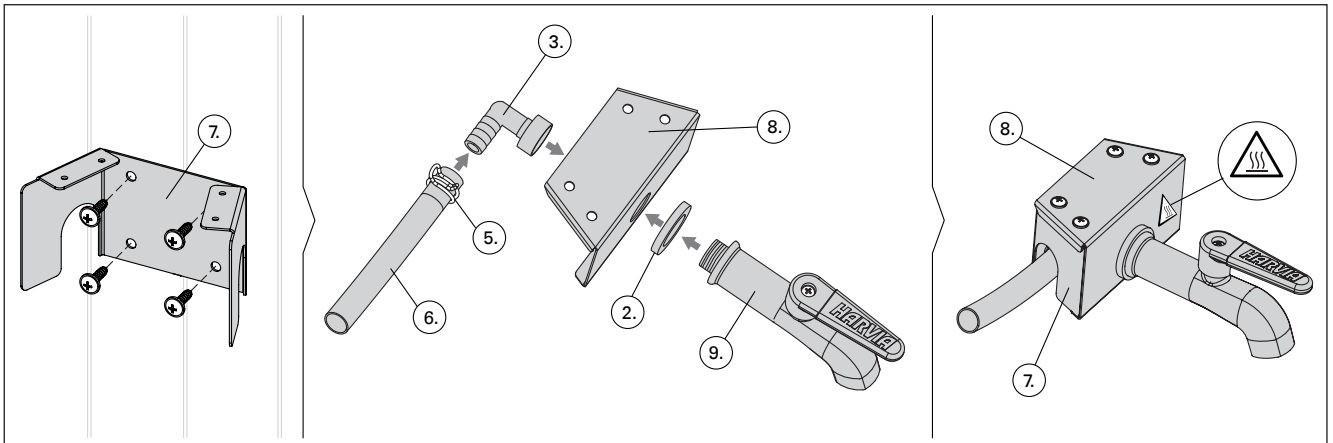

Рисунок 3.
- A. На деревянные стены с помощью настенного крепежного хомута (деталь 7) и хомута для крана (деталь 8) (рисунок 3).